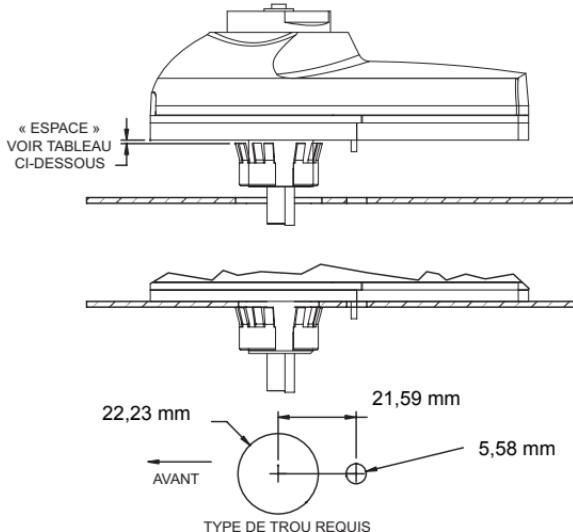

Figure 2 Installation cachée
- Couper ou percer des trous dans la surface de montage (0,33 cm maximum d'épaisseur) selon les dimensions et la position sur la Figure 2.